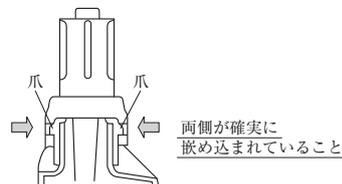

図1
- 排液ボトルと接続キャップがしっかりと接続されていることを確認する。(図1)